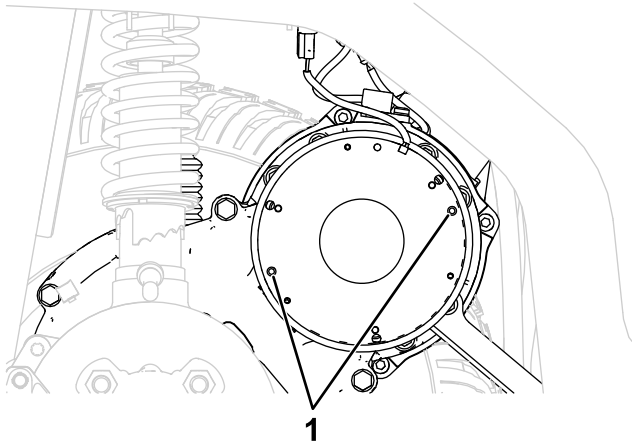

Bild 25
- Um die Feststellbremse zu lösen, setzen Sie zwei Schrauben (M5-0,8 x 45 mm) in die unter **Bild 25** gezeigten Löcher ein und ziehen sie diese langsam an.